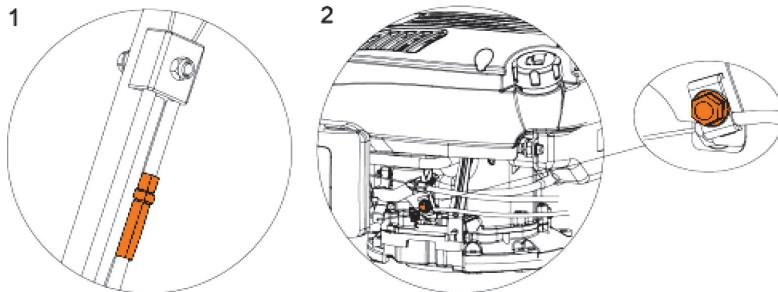

Рис. 9
1. Регулировка натяжения троса включения привода хода осуществляется путем вращения регулировочной гайки. По часовой стрелке (ослабление) или против часовой стрелки (подтягивание). После регулировки натяжения зафиксируйте контргайкой (Рис. 9).
Газонокосилка снабжена системой центральной регулировки высоты скашивания. Отклоните рычаг 1 в направлении от зацепления и установите в требуемое положение (Рис. 9).